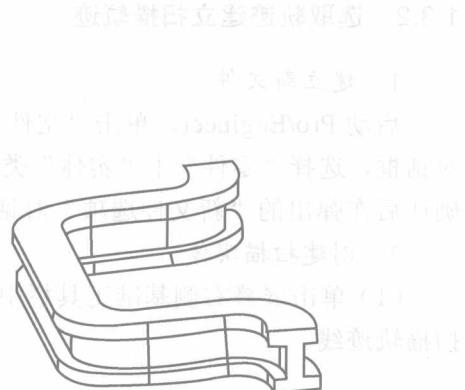

图 1-38 工字钢扫描实体
(4) 此时扫描特征对话框显示所有项定义完成，单击“确定”按钮，生成如图 1-38 所示的扫描实体。